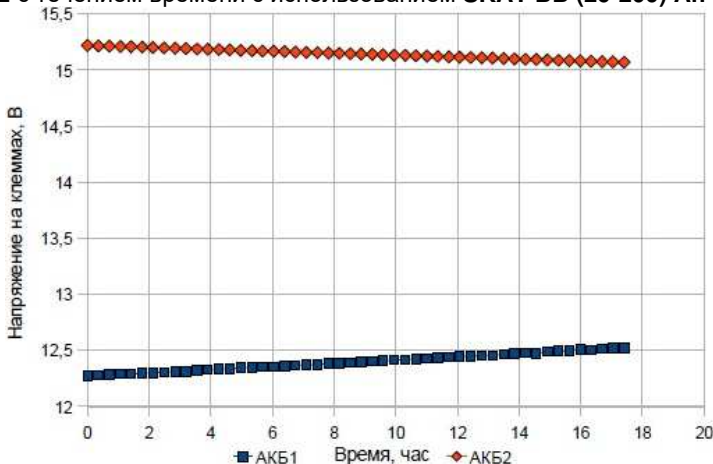

Рисунок 2 – Зависимость напряжения на клеммах АКБ1 и АКБ2 от времени **без SKAT BB (26-200)Ah**.
- Продление срока службы АКБ за счет автоматического выравнивания (балансировки) напряжения на клеммах АКБ (см. рис.2 и 3)